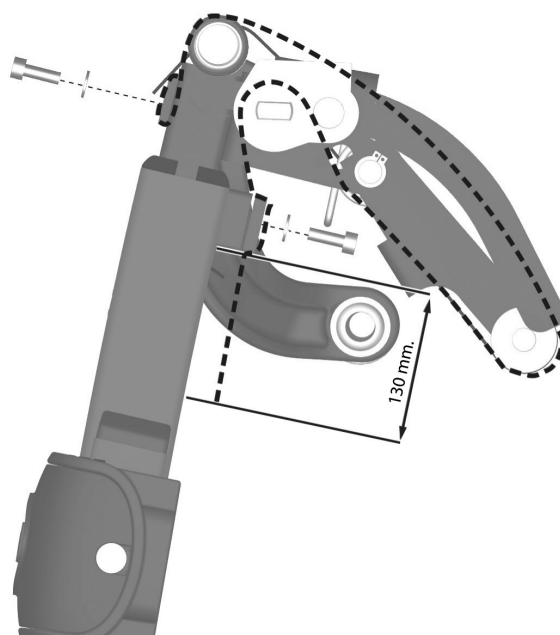

Bild 123. Benstödsremmens montering på benstödet.
3. Demontera benstödsremmens ena ände genom att försiktigt lyfta benstödet nedre del en aning samtidigt som de två skruvarna på benstödet framsida demonteras. Dra fästplåten ur remmens ögla. Se bild. 123.
3. Skjut ihop benstödet nedre och övre del, dra benstödsremmen genom benstöds-mekanismen. Se bild. 123.
4. Placera fästplåten i remmens ögla och montera sedan detta på benstödet framsida med de två skruvarna. Se bild. 123.